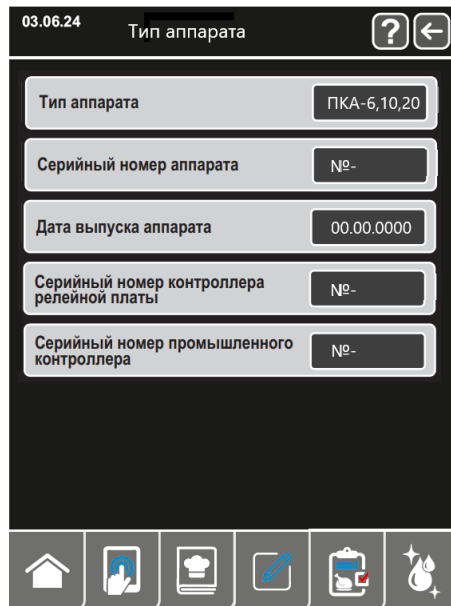

Рис.15.8 Окно «ТИП АППАРАТА»
5.6.5.1 Нажмите на строку «ТИП АППАРАТА», отобразится окно «ТИП АППАРАТА» (см. рис. 15.8) с серийными номерами и датой выпуска пароконвектомата, Тип аппарата задан – конфигурация – сервисный уровень доступа.